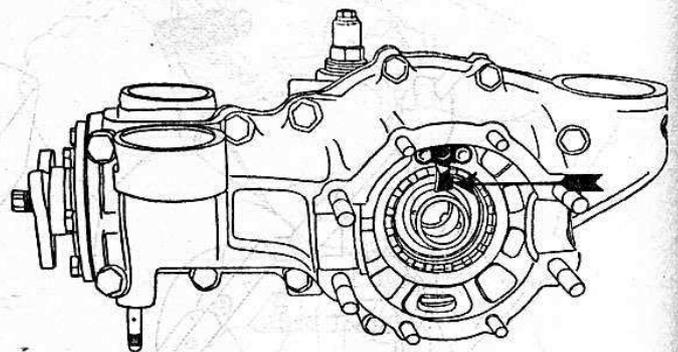

Bild 172
23. Beide Gewinderinge am Ausgleichgetriebe sichern. Sicherungsbleche so einsetzen, daß in Fahrtrichtung gesehen auf beiden Seiten die vordere Flügelkante nach außen steht (Bild 172).